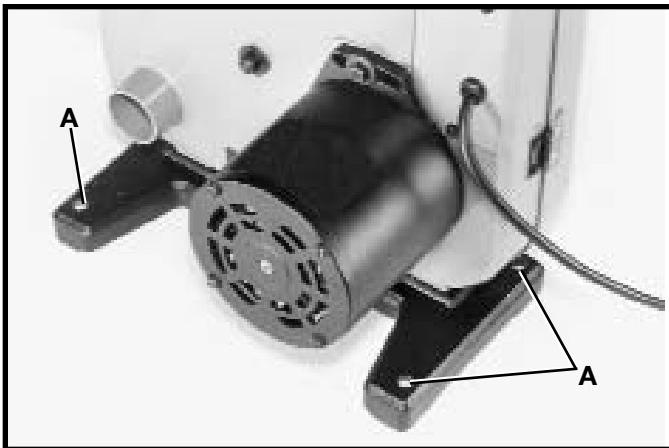

Fig. 14
La maquina debe afianzarse entonces a la superficie de apoyo. Se proporcionan cuatro agujeros – de los cuales pueden verse tres en (A) Fig. 14 – en la base de la sierra de cinta para este propósito.